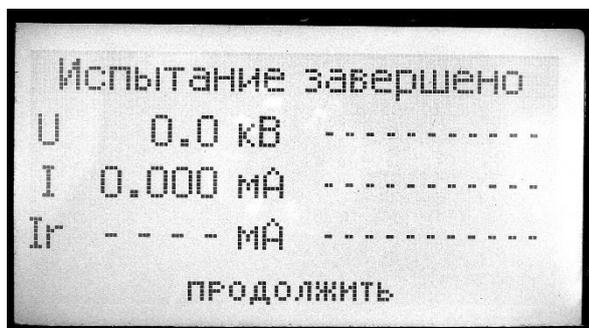

Рис. 8.5
8.2.8. После проведения испытания на дисплее будут зафиксированы последние числовые значения тока и напряжения, приложенного к объекту испытания (рис.8.5). Для повторного проведения испытаний следует нажать на блоке управления кнопку «▼», расположенную под надписью на экране «продолжить», либо «ВЫКЛ.» после чего блок управления возвратится в главное меню.